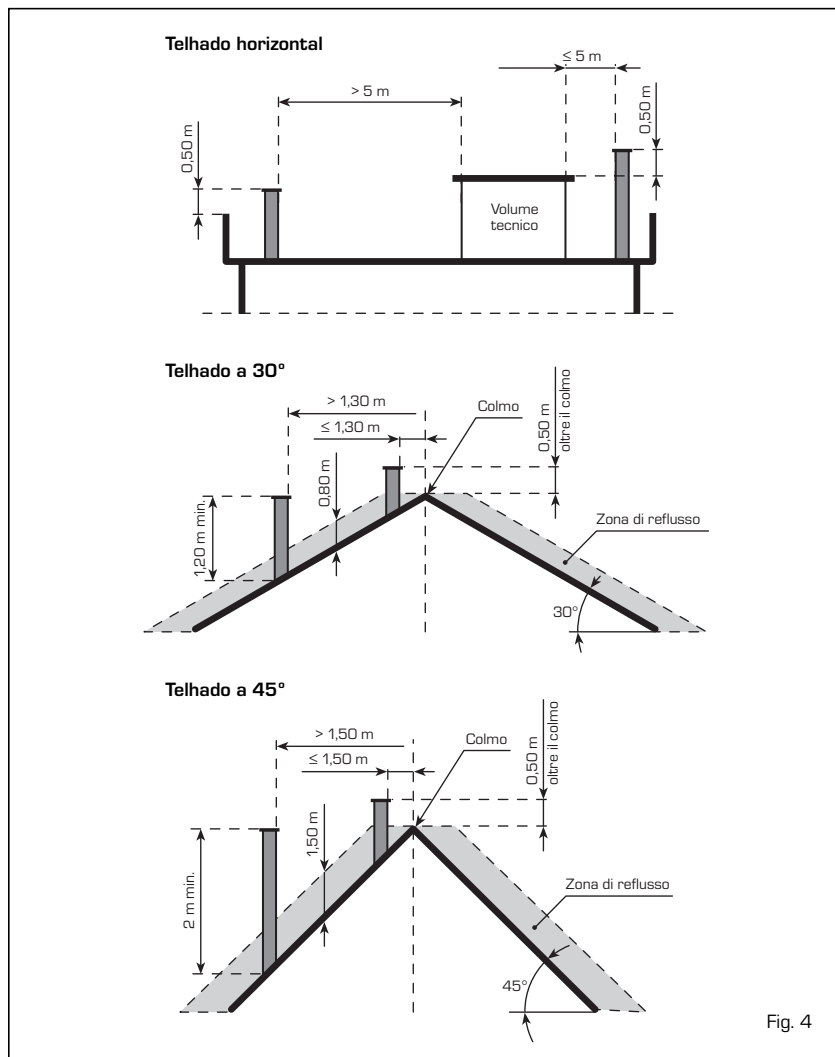

Fig. 4
- ter no cimo um fumeiro, cuja saída deve encontrar-se fora da chamada zona de refluxo de modo a evitar a formação de contra-pressões que impeçam a saída livre dos produtos da combustão para a atmosfera. Portanto é necessário que sejam respeitadas as alturas mínimas indicadas na Fig. 4;